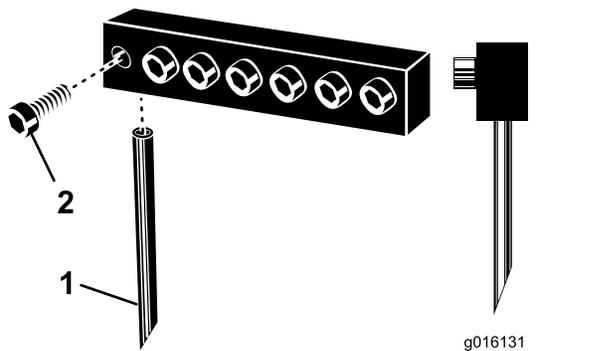

图 30
3. 旋松夹紧螺栓然后拆下之前使用的打孔针图 30。
**注意** 空心打孔针的放置应使排出槽朝向后面。实心打孔针的放置应使针尖角度朝向机器图 30。